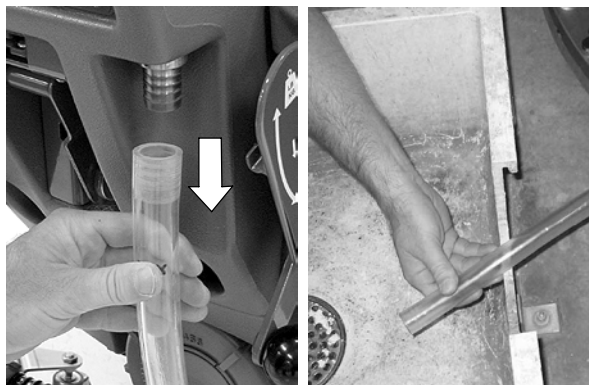

FIG. 31
1. Pour vider l'eau restante du réservoir de solution, tirez le tuyau de niveau du réservoir de solution hors du raccord de tuyau, comme illustré (Figure 31).